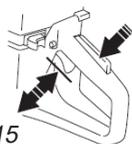

Рис. 15
- Убедитесь, что регулятор дросселя и блокиратор регулятора двигаются свободно, и возвратные пружины работают исправно (рис. 15).